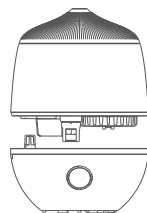

Рис. 3
3) Аккуратно поместите бак обратно на основание. Убедитесь что бак для воды установлен правильно, и пробор находится на ровной поверхности. Затем установите на место верхнюю крышку (см. Рис. 3);